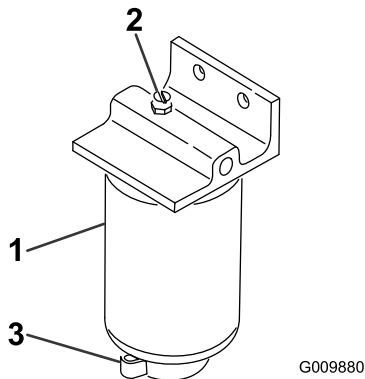

Рисунок 58
3. Открутите сливной кран в днище стакана фильтра (**Рисунок 58**).
2. Очистите область крепления стакана фильтра (**Рисунок 58**).